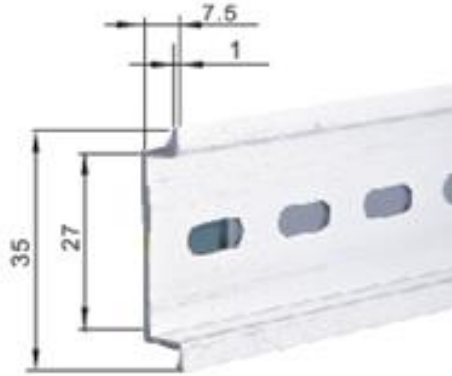

图1 TH35-7.5 (1.0) 型标准导轨
- d 安装在 TH35-7.5（1.0）标准导轨上（见图1）；
(3) 正常的贮存条件